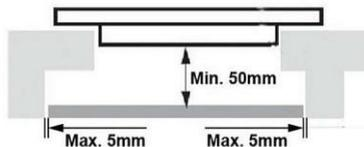

Рис. 4
- Закрепите деревянную вкладку болтами на расстоянии не менее 50 мм от нижней части варочной поверхности. Следуйте информации, представленной на рис. 4.